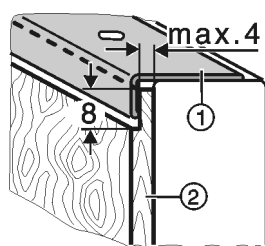

Fig. 40
- Pour les panneaux décor Fig. 40 (2) plus épais, réduire leur épaisseur à maximum 4 mm, comme illustré.